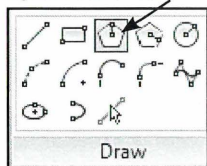

Fig. 04.44. Vælg et tegneredskab, eksempelvis Polygon.
- Vælg et tegneredskab, dette kunne eksempelvis være et *Polygon* (Fig. 04.44).